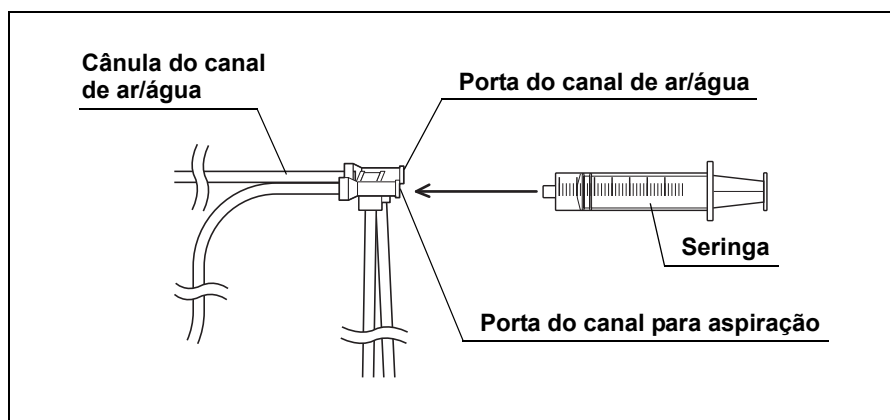

Figura 5.37
8. Acople a seringa à porta do canal para aspiração da cânula de injeção e injete o canal para aspiração com 90 ml de ar. (Consulte Figura 5.37)
2. Prenda uma seringa limpa de 30 ml à abertura do canal de aspiração do tubo injetor e force a injeção de 180 ml de solução desinfetante no canal de aspiração – ou seja, bombeie a seringa pelo menos seis vezes. Confirme se não saem bolhas de ar da extremidade distal da parte de inserção do endoscópio durante a sexta limpeza. Se continuarem a sair bolhas de ar, injete o canal com a solução desinfetante até que deixem de sair bolhas de ar. (Consulte Figura 5.37)
3. Acople uma seringa estéril de 30 ml à porta do canal para aspiração da cânula de injeção e injete o canal para aspiração com 90 ml de ar – isto é, bombeie a seringa pelo menos três vezes. (Consulte Figura 5.37)
5. Acople uma seringa estéril de 30 ml à porta do canal para aspiração da cânula de injeção e injete o canal para aspiração com 90 ml de água para enxágue – isto é, bombeie a seringa pelo menos três vezes. (Consulte Figura 5.37)